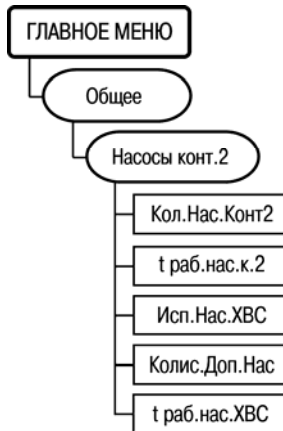

Рисунок 6.20
6.13.12 Параметры, определяющие работу насосов контура 2, задаются через пункт меню //Общее/Насосы конт.2 (рисунок 6.20).